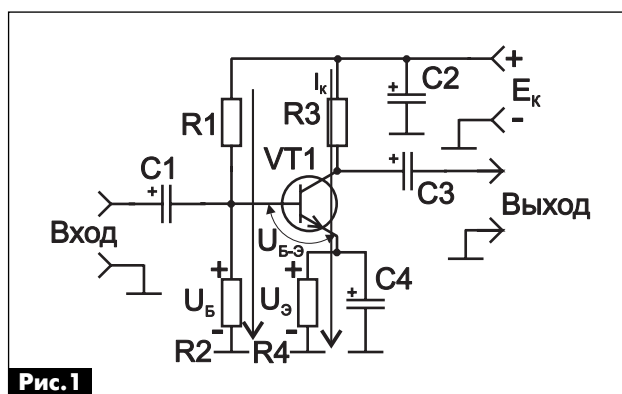

Рис. 1
Объясним, используя эту методику работу схемы **рис. 1**:
1. Каскад, показанный на **рис. 1**, представляет собой транзисторный усилитель напряжения с общим эмиттером (ОЭ) на транзисторе структуры n-p-n.
Восьмой пункт (особенности схемы и ее работы) – это самый сложный пункт. В нем иногда заложена «изюминка» схемы. Схема **рис. 1**, пожалуй, такой «изюминки» не имеет. Особенностью этой схемы является наличие цепи эмиттерной термостабилизации R4, C4, которая при увеличении температуры должна ограничить увеличение коллекторного тока, а при уменьшении температуры ограничить его уменьшение, поддерживая тем самым режим транзистора стабильным. Как это происходит?